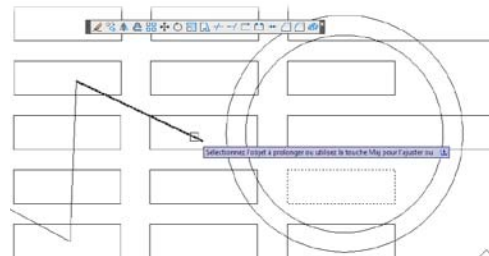

Figure 3.128
2. Après avoir validé, sélectionnez l'objet (ici, la ligne) à prolonger (voir Figure 3.128).